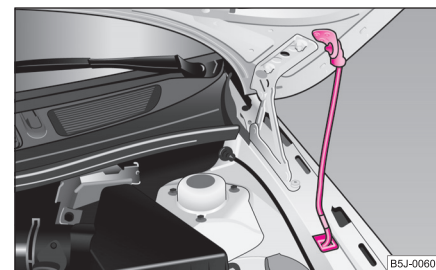

Fig. 169 Asigurarea capotei motorului cu tija de susținere
- Ridicați tija din suport și introduceți-o în orificiul prevăzut pentru aceasta ⇒ pagina 179, fig. 169.